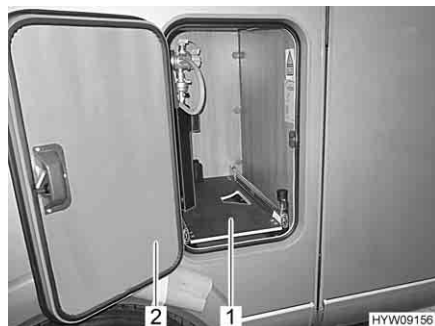

Fig. 117 Base estraibile del vano portabombole
- Aprire lo sportello (Fig. 117,2) del vano portabombole.
- Estrarre la base estraibile del vano portabombole (Fig. 117,1), fino a innestare nuovamente il pomello. La base estraibile del vano portabombole è ora bloccata in questa posizione.